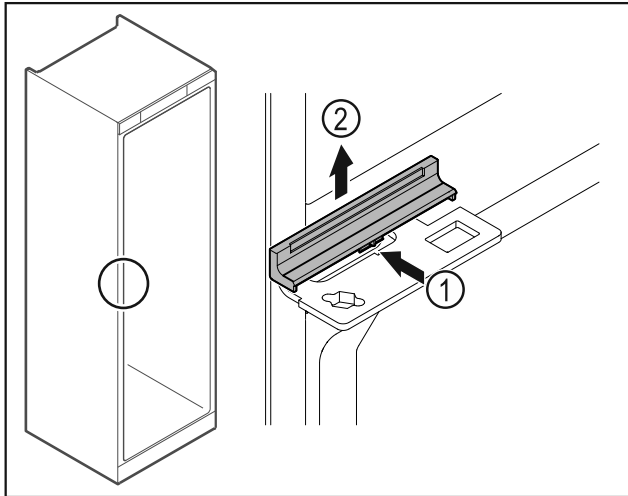

Fig. 47
- ▶ Paina suojusta Fig. 47 (1) kevyesti keskeltä ja ota se yläkautta pois Fig. 47 (2).